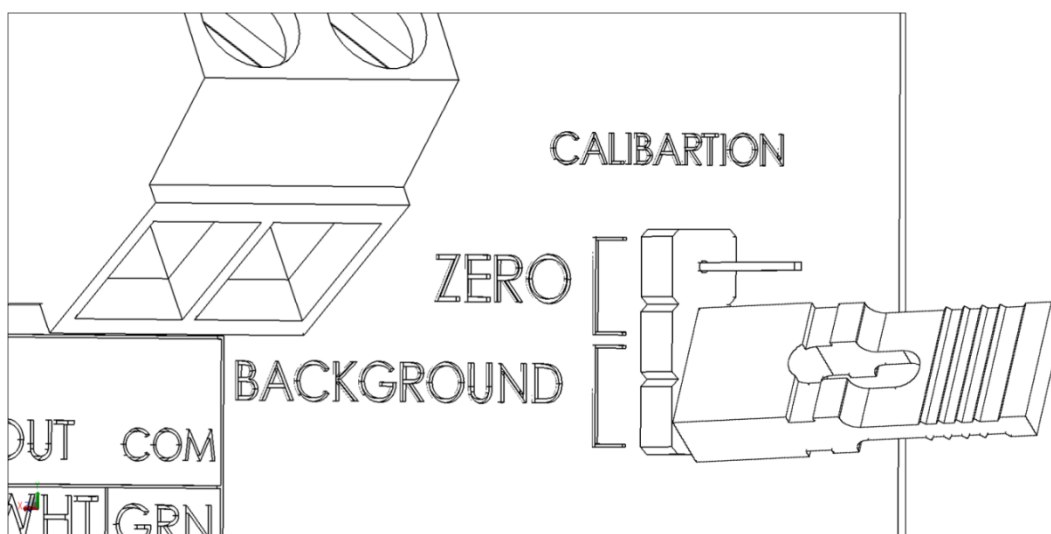

Figura 16: Cortocircuito de los puentes de fondo
5. Usando el puente J2 (consulte la Figura 2), ponga en cortocircuitos los puentes de fondo durante 10 segundos como se muestra en la Figura 16.